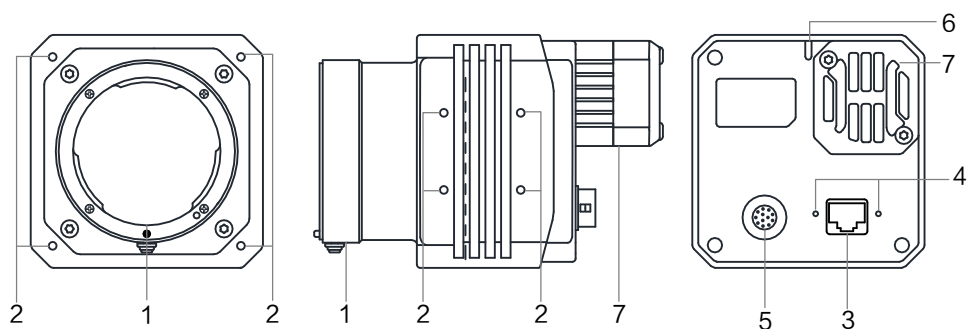

图4-7 F口，带风扇
- 图4-7为 F 口，带风扇的千兆网口面阵相机外观。
- F 口，带风扇（图4-7）